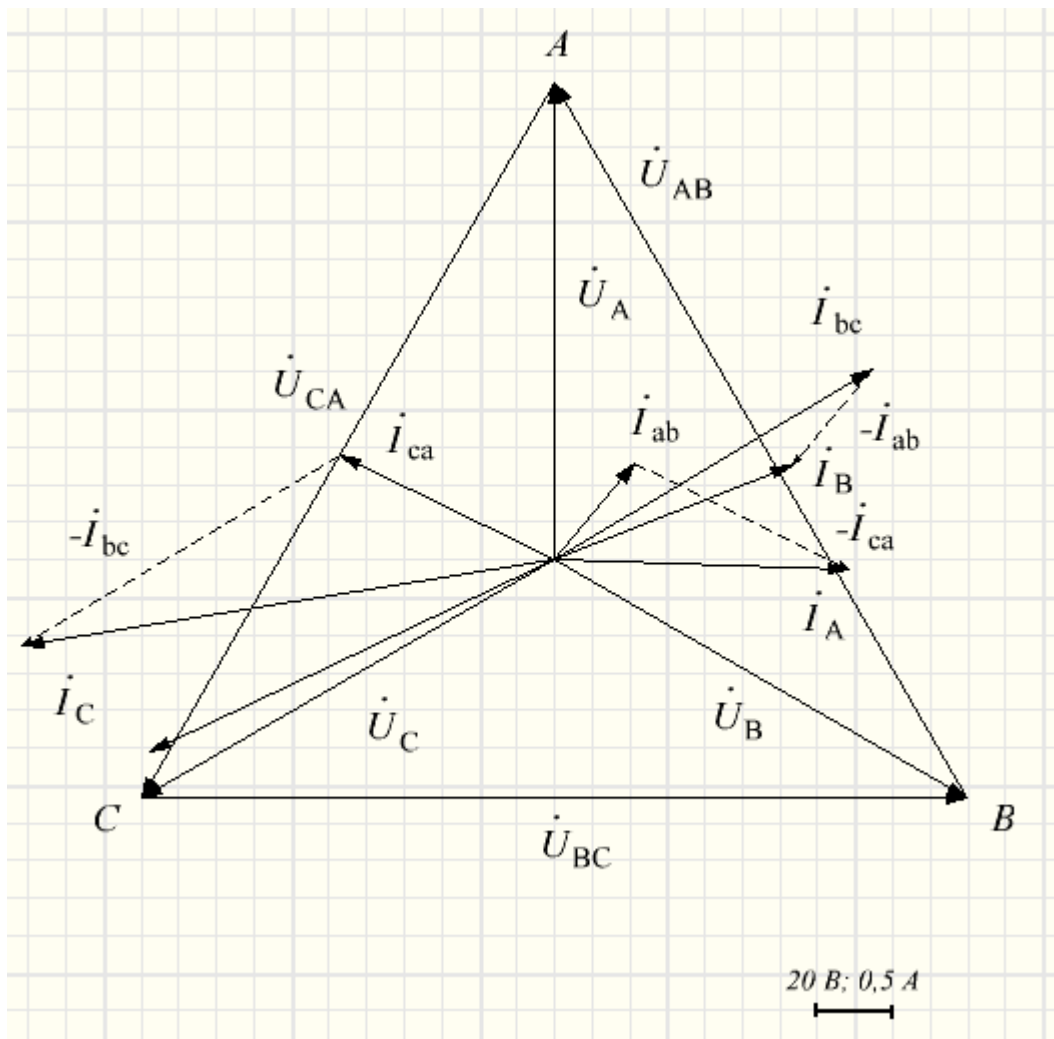

Рисунок 14 – Векторная диаграмма токов и напряжений несимметричного приемника, соединенного по схеме «треугольник»
3.7. Построим векторную диаграмму для группы потребителей, соединенных по схеме «треугольник» (см. рис. 14):